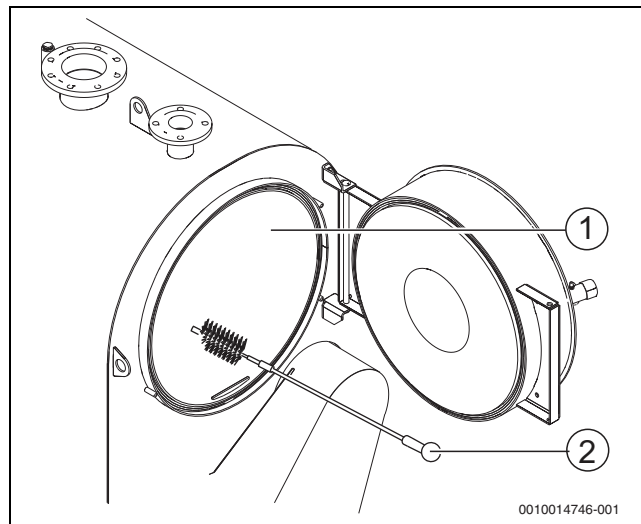
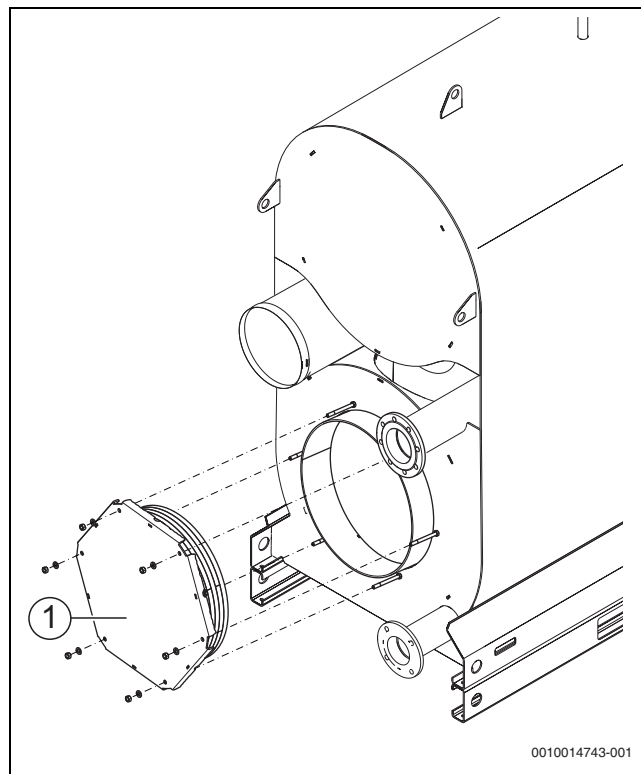

Рис. 37 Очистка поверхностей нагрева
Рис. 38 Демонтаж крышки оборотной камеры.
- ▶ Очистите поверхности нагрева камеры сгорания (→ рис. 37, [1], стр. 38) щетками [2].
- ▶ Удалите нагар из камеры сгорания (→ рис. 37, [1], стр. 38), газоотводящих каналов и оборотной камеры (→ рис. 38, [1], стр. 38).